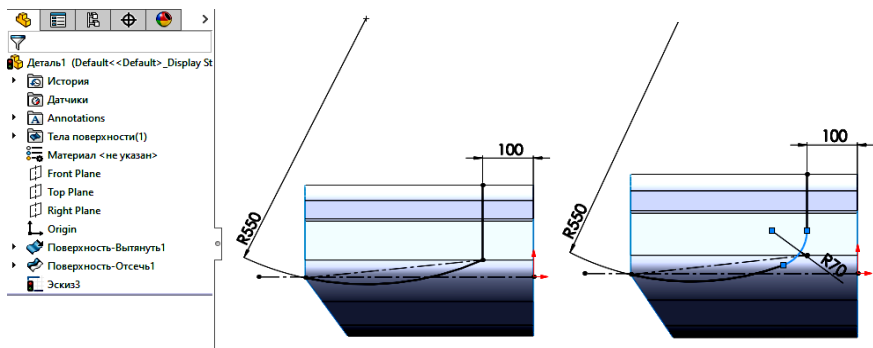

Рис.15. Ескіз №3
3. Створюємо наступний ескіз на площині *Справа*, після чого в ескіз додаємо заокруглення (Рис.15).